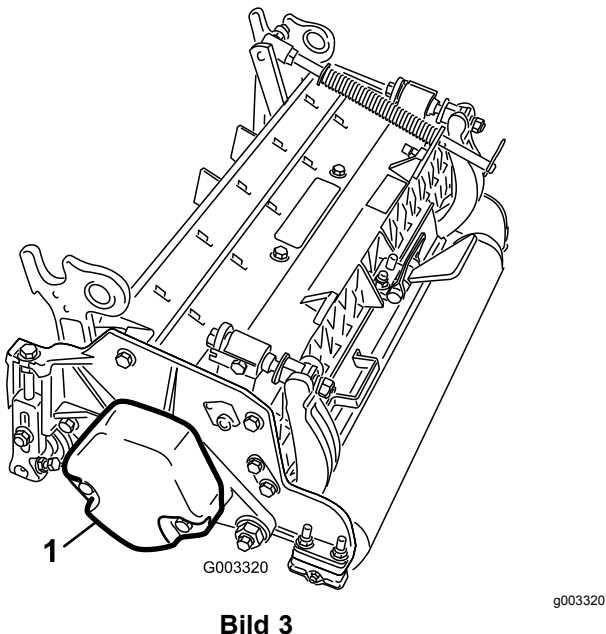

Bild 3
4. Stellen Sie sicher, dass der Gegenballast (**Bild 3**) am richtigen Ende jeder Schneideinheit montiert ist, siehe die *Bedienungsanleitung* der Schneideinheiten.